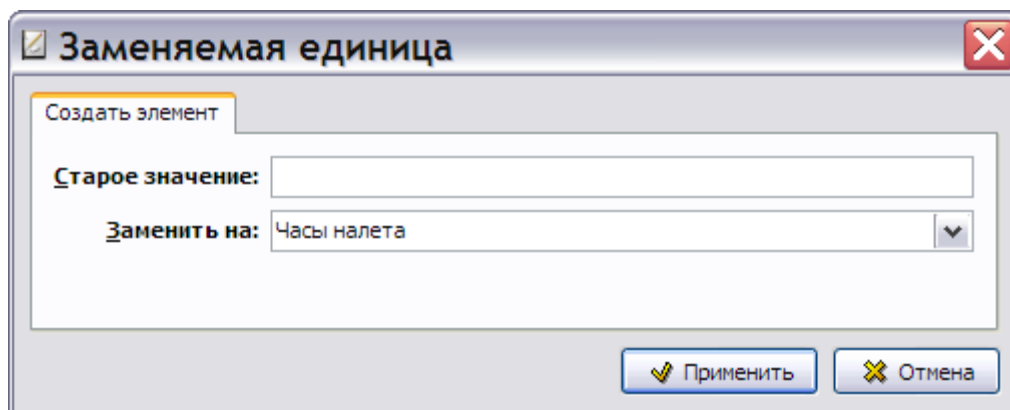

Рис. 3.123
- Нажатие на кнопки **Добавить**  и **Редактировать**  приводит к открытию окна **Заменяемая единица**, пустого в первом случае и заполненного параметрами выбранного элемента во втором (Рис. 3.123).